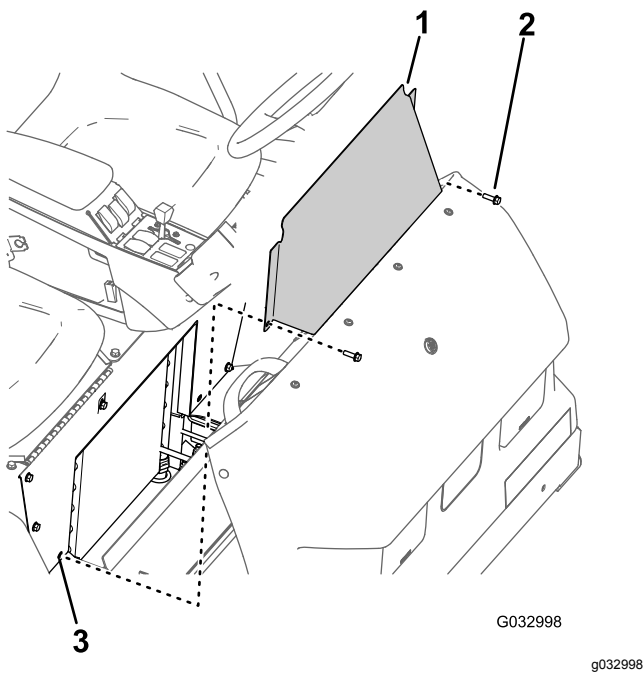

图 60
1. 拆下将座椅底座检修门固定至座椅底座的 2 个凸缘头螺栓 **图 60**。
2. 从机器上卸下座椅底座检修门图 60。
1. 将座椅底座检修门上的孔与座椅底座上的孔对齐图 60。
2. 使用卸下座椅底座检修门(页码 41)的步骤 1 中拆下的 2 个凸缘头螺栓图 60 将座椅底座检修门组装到座椅底座上。